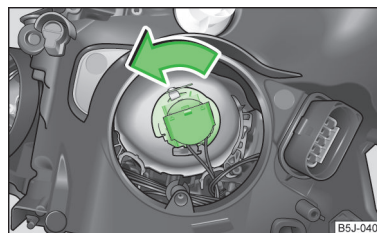

Fig. 155
- » Girare il connettore con la lampadina in senso **antiorario** fino all'arresto ed estrarlo. » fig. 155